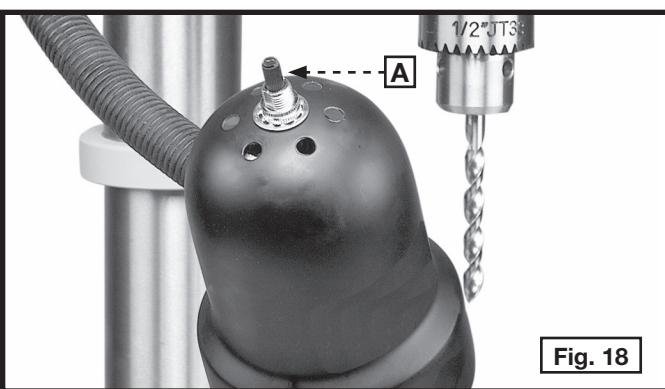

Fig. 18
La lámpara flexible funciona independientemente. Para "ENCENDER" y "APAGAR" la lámpara, gire el interruptor (A), Fig. 18.